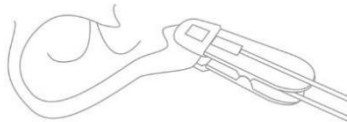

Figura 5 Sensore SpO₂ a clip da orecchio
10. Per utilizzare il sensore SpO₂ a clip da orecchio, agganciare il sensore al lobo dell'orecchio del paziente, come mostrato nella Figura 5.